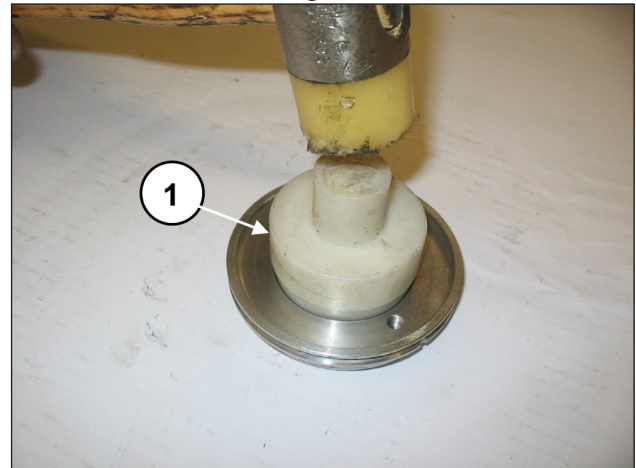

Abb. 93
Montieren Sie den radialen Dichtring mithilfe eines Dorns Art. 27910900 in den Ölabstreifring-Deckel (Pos. ①, Abb. 93).